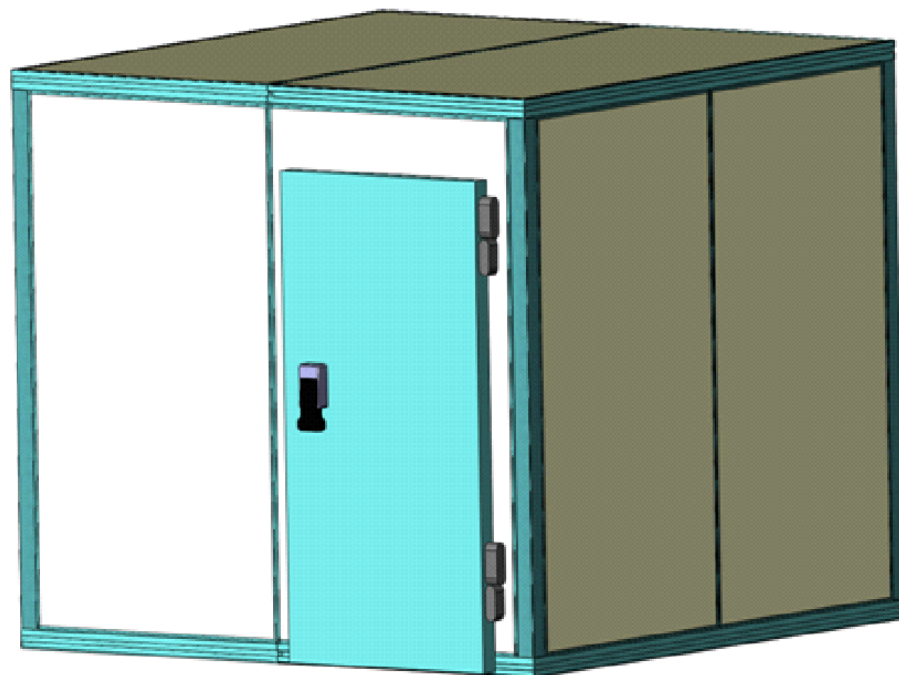

Рис.7. КХ в собранном виде.
2.5. После сборки всех панелей КХ. Углы камеры изнутри проклепать уголком, поставляемым в комплекте с КХ. Навесить и отрегулировать дверь. (Рис.7.)